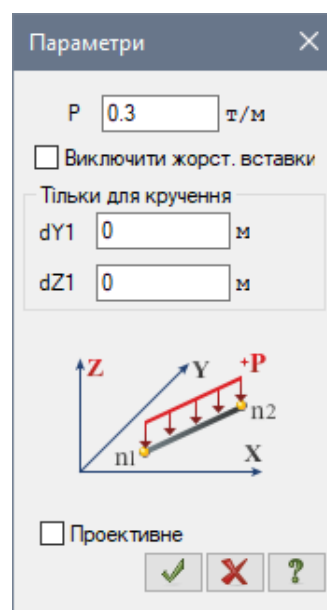

Рис. 19.20. Діалогове вікно **Параметри**
- У цьому вікні задайте інтенсивність навантаження  $p = 0.3$  т/м (рис. 19.20).